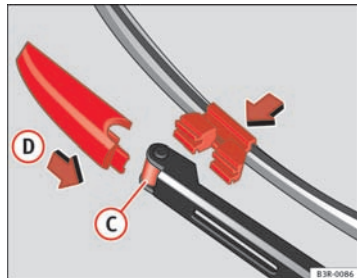

Fig. 184 Pose du balai
- Placez le balai d'essuie-glace neuf dans la fixation sur le bras d'essuie-glace ⇒ fig. 184 (C).
- Poussez le dispositif de verrouillage du balai d'essuie-glace dans le sens de la flèche (D) jusqu'à ce qu'il s'encliquette dans le bras d'essuie-glace de façon perceptible.